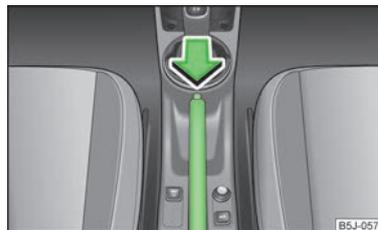

Fig. 80
- Levantar un poco la palanca del freno de mano y pulsar **a la vez** el botón de bloqueo » fig. 80.